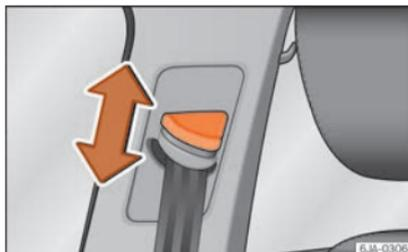

Abb. 81 Einbauort der Gurthöheneinstellung.
- Drücken Sie den Umlenkbeschlag im oberen Bereich und halten Sie den Beschlag in dieser Stellung »» Abb. 81.